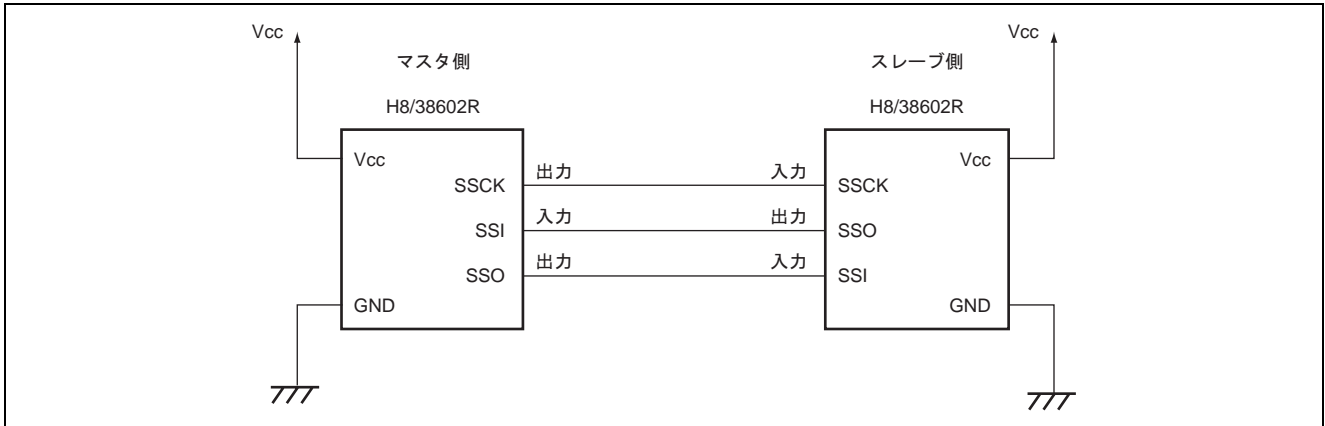

図 1 SSU のクロック同期式通信モードの接続図
- 図 1 に示すように、H8/38602R の SSU のクロック同期式通信モードにより、通信を行います。